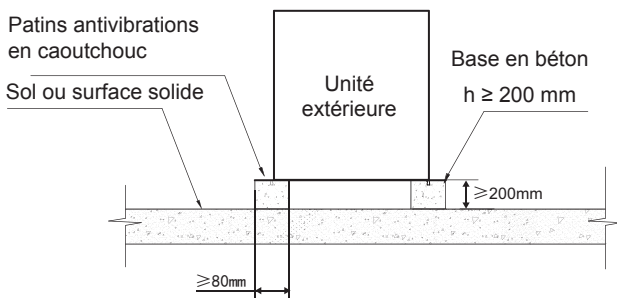

Fig. 6-5 Vue de face de la structure de base
- 4) Une conception de base en béton typique est illustrée à la figure 6-5. Une spécification de béton typique est de 1 partie de ciment, 2 parties de sable et 4 parties de pierre concassée avec barre d'armature en acier. Les bords de la base doivent être chanfreinés.